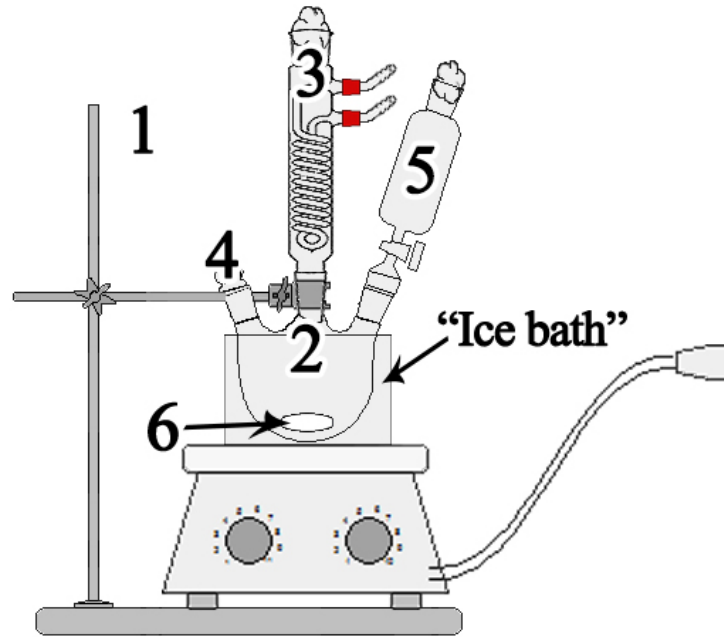
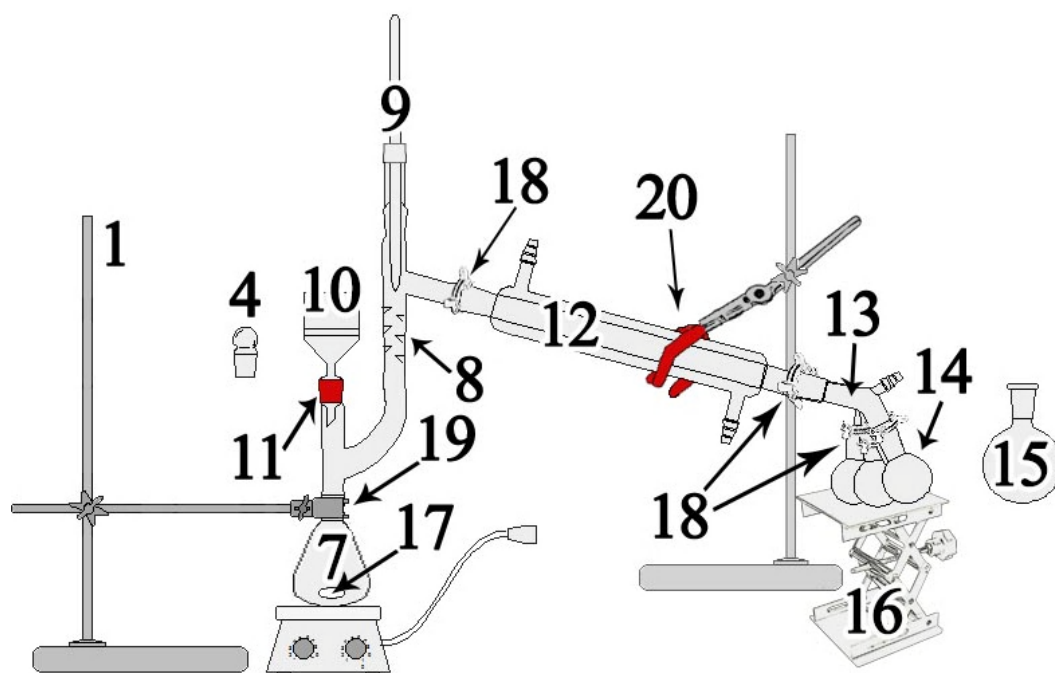

図1 合成のステップ1~4で使用する器具の組み方：
図2 合成のステップ5～10で使用する器具の組み方：
- この課題で用いる実験器具は図1および図2に示してある
ステップ1 三つ口フラスコをホットプレートスターラーの上にクランプで固定する (図1)。滴下漏斗と還流冷却管をそれぞれの口に取りつけ, 残った口から大きな磁気回転子 (これは実験課題2でも使う) をフラスコに入れる。還流冷却管に水を流すように実験室スタッフに依頼する (自分で勝手に水を流さないこと)。大きな漏斗 (プラスチック製) とスパチュラを使って NBS をすべてフラスコに移す。約 15 mL の四塩化炭素 CCl_4 を 25 mL のガラスのビーカーにとり, その約 2/3 を漏斗からフラスコに入れる。「触媒」を激しく振り, すぐに全てを先に使った漏斗からフラスコに加える。ビーカー中の残りの溶媒をフラスコに加える。プラスチック漏斗を外してガラス栓でフタをし, 氷浴 (Ice bath と書いてある容器を使う) に体積で 2/3 ほど氷水を入れ, フラスコを浸け, かき混ぜを始める。
ステップ6 図2に示すような蒸留装置を組み立てる。全てのスリ合わせにはテフロンスリーブ（スリ保護フィルム）を使い，クリップで外れないように固定する。まず最初は2つの10 mLのフラスコと50 mLのフラスコを受器として使い，三つ又蒸留アダプターに接続する。続いてアダプターに真空ホースを接続し，組み立てを完了させる。蒸留装置は蒸留フラスコがホットプレートスターラーの上に高さが合うように固定する。受器を支えるのに可動式のラボジャッキを用いよ。